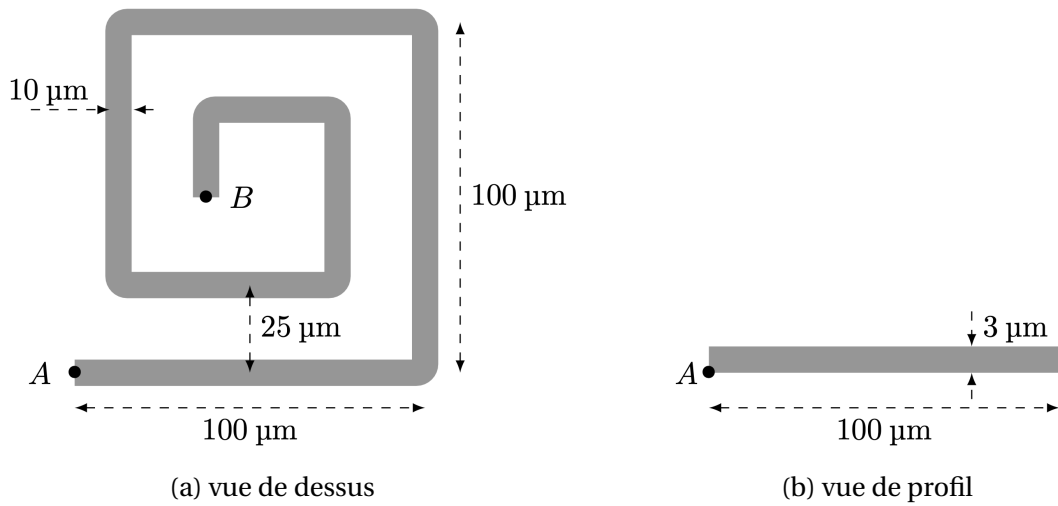

FIGURE IV-1 – Schéma d'un enroulement en cuivre
On étudie l'enroulement d'un transformateur miniaturisé, réalisé en cuivre comme indiqué figure IV-1.
1. Pour l'enroulement de cuivre de la figure IV-1, le courant circule de  $A$  vers  $B$ . Évaluer sa résistance électrique  $R_e$ .